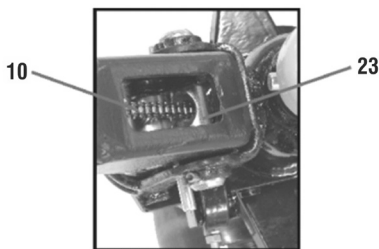

Fig. 3 – Corrente do cabo
ATENÇÃO! Durante a montagem do cabo, mantenha a corrente conforme indicado na fig. 3 para evitar danos a mesma e facilitar a montagem.
- b. Passe a corrente (10) do cabo pelo centro do eixo, (fig. 3).